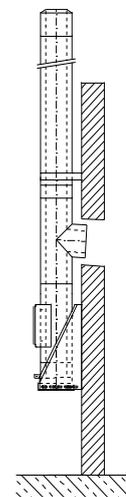
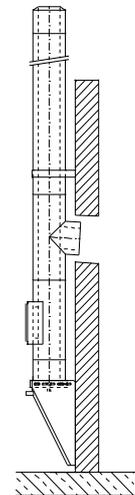

Bild 5-3: Aufbau Grundplatte mit Kondensatablauf und Konsolblech „schenkelaufwärts“
Bild 5-4: Aufbau Grundplatte mit Kondensatablauf und Konsolblech „schenkelabwärts“
Die Montage der Konsolbleche ist sowohl „schenkelaufwärts“ (Bild 5-3) als auch „schenkelabwärts“ (Bild 5-4) möglich.
**Achtung:** Ab einem Innendurchmesser des Systems von 350 mm sind alle Konsolbleche „schenkelaufwärts“ (Bild 5-3) zu montieren.